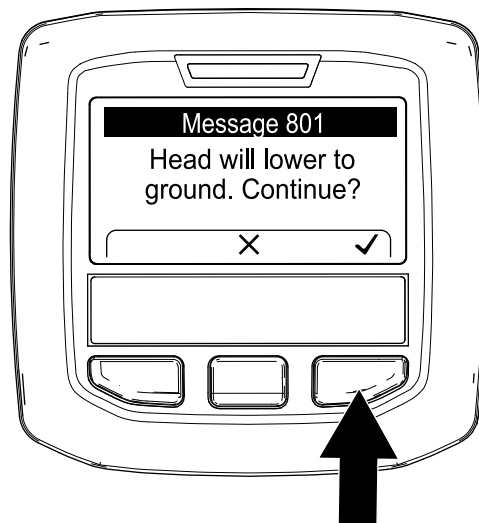

図 115
4. Head Will Lower ヘッドが降下します画面 図 115で、インフォセンターの右ボタンを押す。